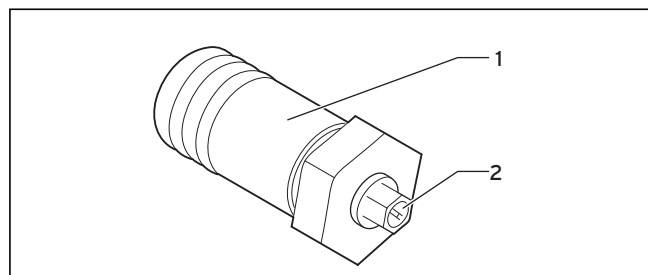

Fig. 6.1 Prop med udluftningsåbning ved fladesolfangere
- kun ved fladsolfangere: udluftning via udluftningsåbningen (→ Fig. 6.1, 2)
Ved fladesolfangere monteres en prop med udluftningsåbning (→ Fig. 6.1) helt oppe.